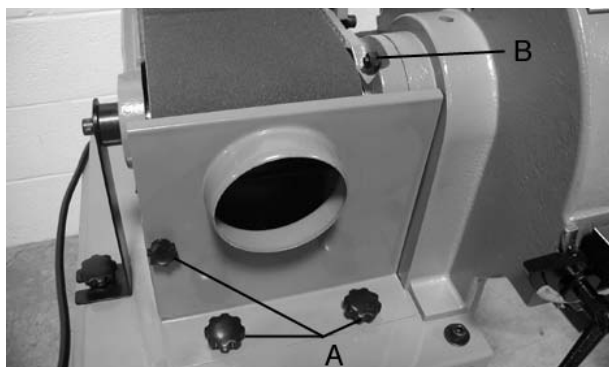

FIGURE 12
1. Desserrez et enlevez les trois boutons (A-Fig.12).
3. Desserrez les deux écrous de fixation (B).
7. Pour fixer en position, serrez le deux écrous de fixation (B).